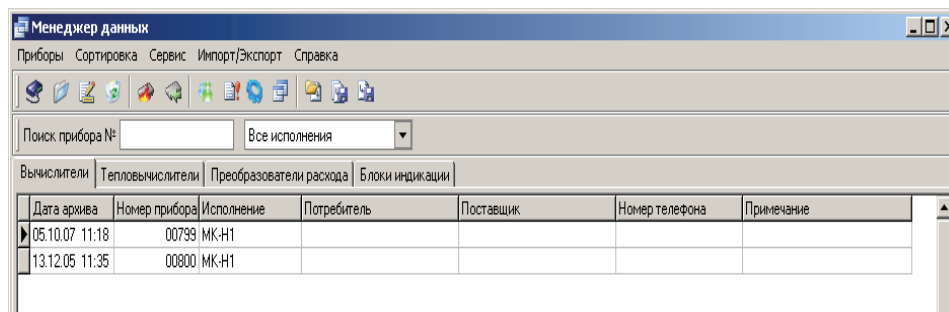
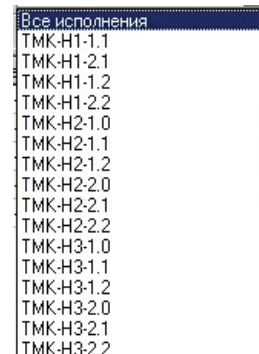

Рисунок 3.8
Рисунок 3.9
3.3.2 Закладка **Тепловычислители** (см. рисунок 3.8) содержит список тепловычислителей, зарегистрированных в текущей БД, а также в поле **Все исполнения** можно из выпадающего списка выбрать необходимое исполнение прибора (см. рисунок 3.9).